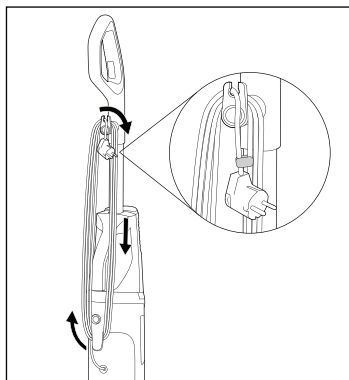

Fig. 44
- ♦ Enrolle el cable de red **17** completamente en los dos enganches del enrollables **16/20** (consulte la fig. 44).